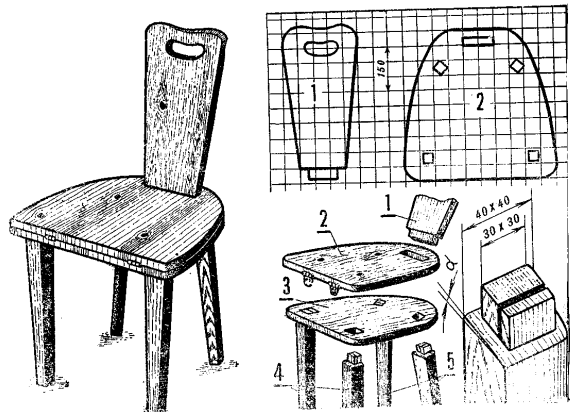

Рис. 2
В 1984 г., просматривая венгерский журнал для самоделщиков, автор наткнулся на любопытную статью, где был описан стол-стул-гармошка. Из любопытства автор изготовил его, и доволен до сих пор. Общий вид его показан на **рис. 1**, чертеж - на **рис. 2**.
Как видно из рис. 2, на чертеж деталей 1 и 2 (3) наложена сетка с ячейкой 50x50 мм. Конечно, вырезать такие детали из сплошной доски непросто - нужно применять ножовку с узким полотном. В свое время у автора таковой не было, поэтому пришлось применить следующий метод. Необходимо перенести контуры деталей в натуральную величину на доску, обсерлить по контуру, обрубить стамеской, а далее обработать напильником (рашпилем) и довести наждачной шкуркой.
Когда детали 1, 2 и 3 будут готовы, можно приступить к изготовлению ножек. Ножки 4 (передние) расположены под углом 90°, а ножки 5 (задние) - под углом 85°. Длина ножек 460 мм. Сверху ножек вырезают квадраты высотой чуть меньше толщины деталей 2 и 3 (рис. 2). Квадратные отверстия в столешнице 3 необходимо делать очень аккуратно, так как от этого зависит качество и прочность готового изделия. Пользуйтесь дрелью и стамеской, а уж потом доводите квадраты до нужного размера с помощью рашпиля. Так же аккуратно и таким же методом изготавливайте прямоугольное отверстие в детали 2. Потом посадите ножки и спинку сидения на эпоксидной смоле на свои места.
Для красоты и долговечности нужно покрыть детали морилкой, а потом каким-либо лаком. В заключение детали 2 и 3 нужно скрепить двумя петлями (рис. 2). Автор использовал рояльную петлю. Оригинальный комбинированный стол-стул готов.